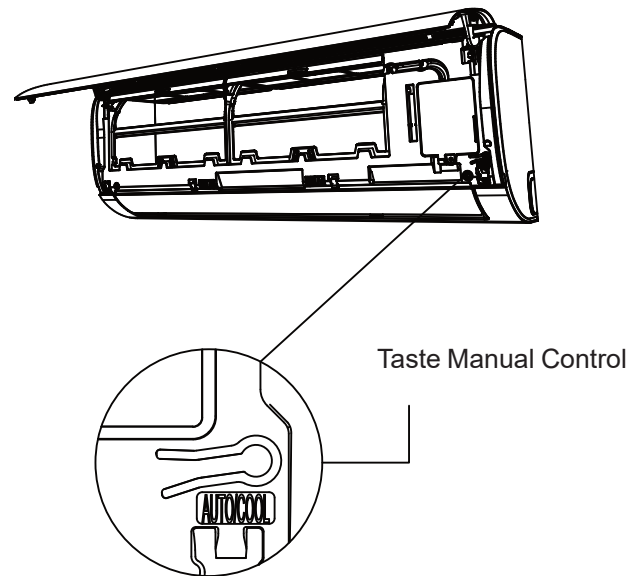

Abb. 9.1
2. Die Taste MANUAL CONTROL befindet sich auf der rechten Seite des Geräts. Drücken Sie die Taste 2-mal, um die COOL-Funktion auszuwählen. Siehe Abb. 9.1.